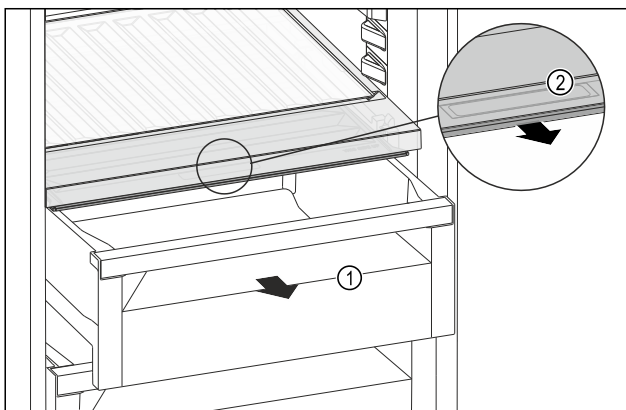

Fig. 127
- ▶ 拉出抽屉 Fig. 127 (1)。
- ▶ 抓住抽屉盖上的内嵌式拉手 Fig. 127 (2)，并同时向前拉出抽屉盖。